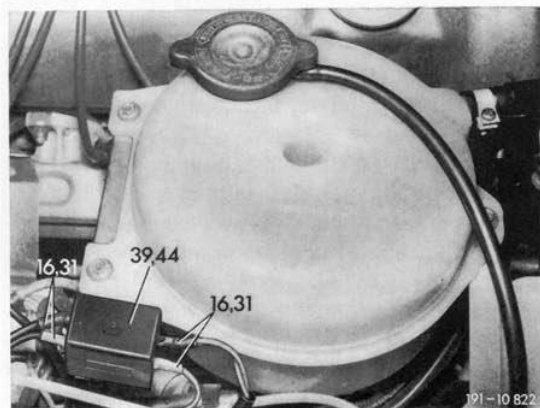

Bild 6
17 Halter (44) mit der Befestigungsschraube des Ausgleichbehälters für Kühlmittel mitanschrauben (Bild 6).
18 Sicherungsdose (39) mit den Blechschrauben (40) am Halter (44) anschrauben und Sicherungseinsatz (41 bzw. 42) einsetzen (Bild 6).
21 Zusatzleitungssatz (16) von der Mittelkonsole aus entlang des Hauptleitungssatzes zur Hauptsicherungs- und zur Sicherungsdose (39) verlegen und anschließen (Bild 6, 18 und 19).
33 Halter (44) mit der Befestigungsschraube des Ausgleichbehälters für Kühlmittel mitanschrauben (Bild 6).